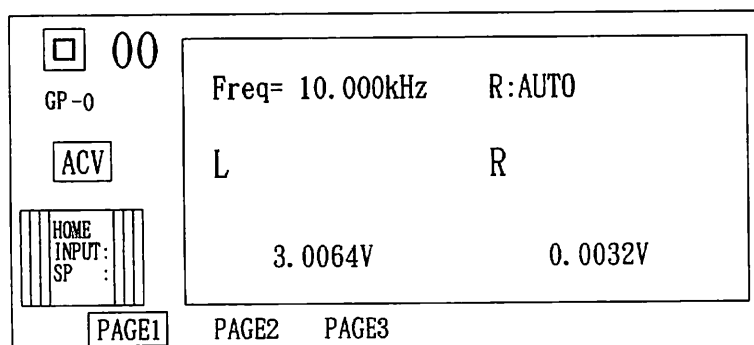

図 9-3 PAGE 1 のメニュー表示画面
- (a) PAGE 1 を選択すると図 9-3 のように数値のみの測定値が表示されます。